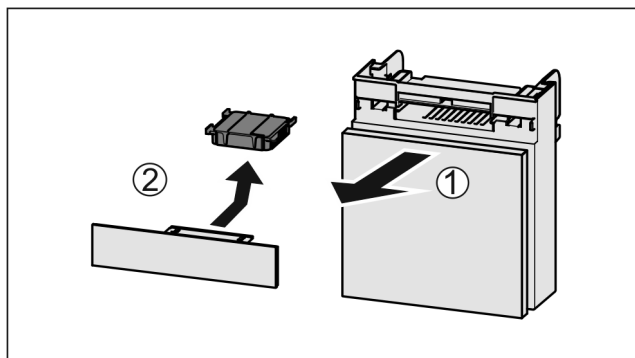

Fig. 52
- Vytiahnite zásuvku smerom dopredu Fig. 52 (1).
- Vyberte aktívny uhlíkový filter Fig. 52 (2).